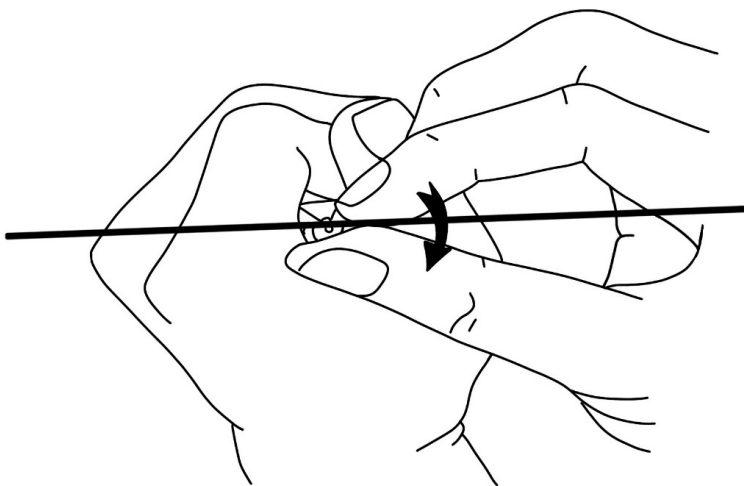

Figura 1. Marcado de la zona de doblado y situación de las manos para realizar la doblez.
- 2) Se sujeta el alambre con el alicate de Angle con la mano dominante, situando el alicate un poco antes de la marca que hemos hecho previamente con el rotulador indeleble (figura 1).